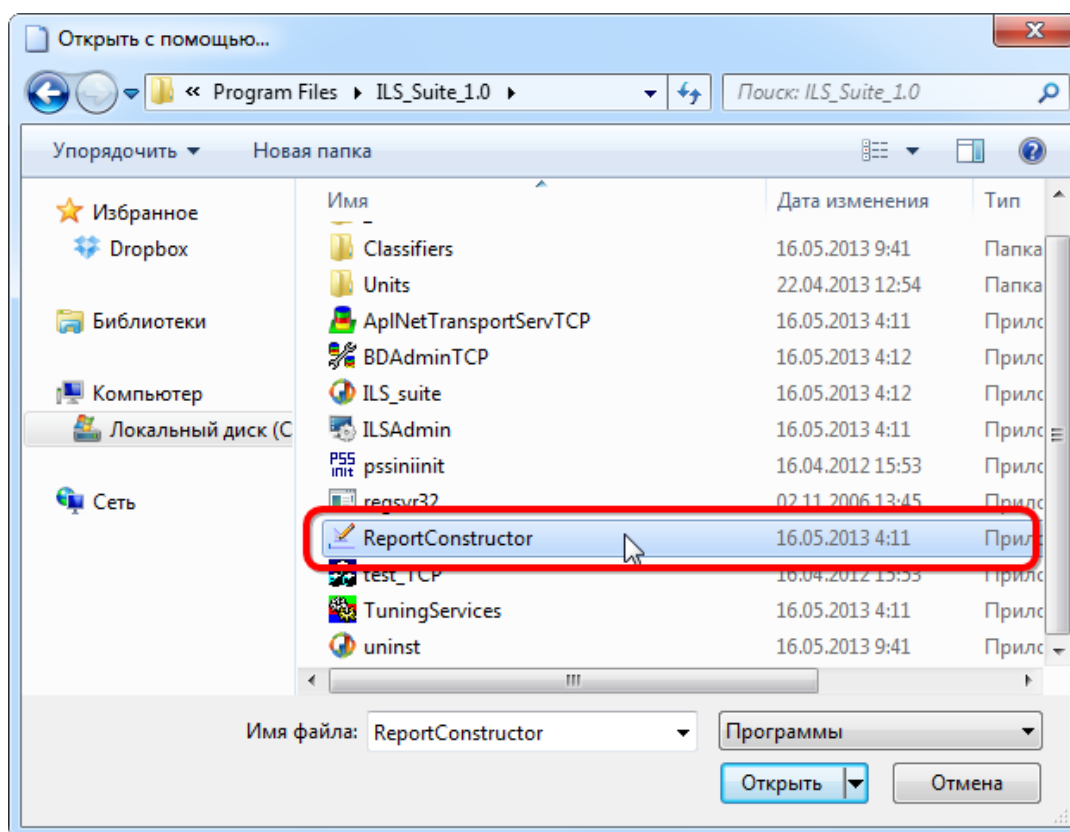

Рис. 31-5 – Выбор программы запуска конструктора отчетов
3) В открывшемся окне, приведенном на рис. 31-5, перейти в каталог установки ILS Suite и выбрать программу ReportConstructor.